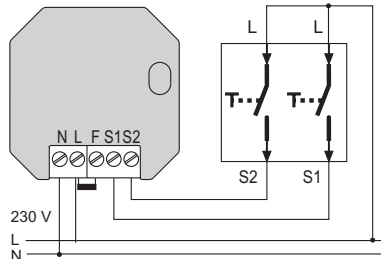
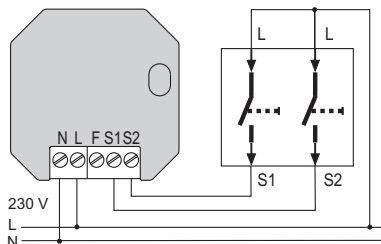

Abb. 1
Abb. 2
4. Schließen Sie die Versorgungsleitungen und den Schalter (Abb. 1) bzw. Taster (Abb. 2+3) im spannungsfreien Zustand entsprechend Anschlussplan an.